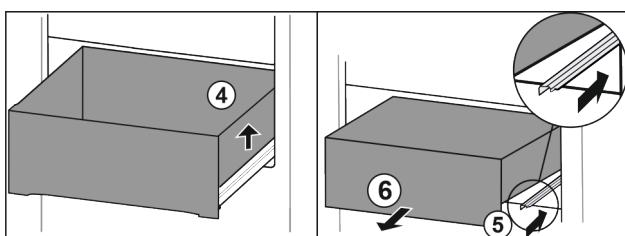

Fig. 63
- Повдигнете чекмеджето отляво. Fig. 63 (4)
- Вкарайте дясната релса. Fig. 63 (5)
- Извадете чекмеджето напред. Fig. 63 (6)